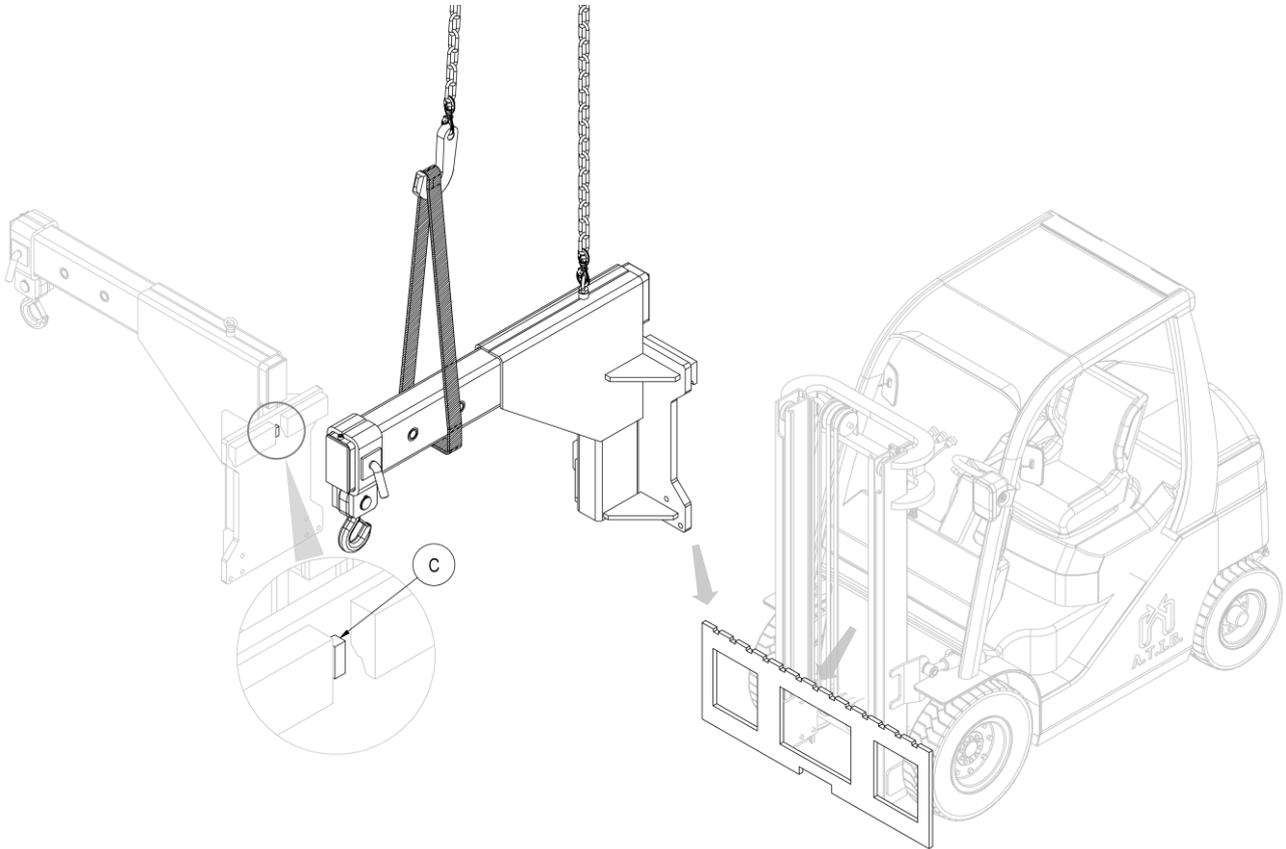

Abbildung 4
6. Setzen Sie mit einem Brückenkran oder einem Flaschenzug mit ausreichender Tragleistung das Gerät auf die Trägerplatte des Gabelstaplers und achten Sie darauf, dass der Zentriersift C in der Mittelkerbe einrastet (siehe *Abbildung 4*).
3. Heben Sie jetzt das Gerät mit einem Brückenkran oder Flaschenzug mit ausreichender Tragfähigkeit und weg vom Gabelstapler (siehe *Abbildung 4* auf S.12).